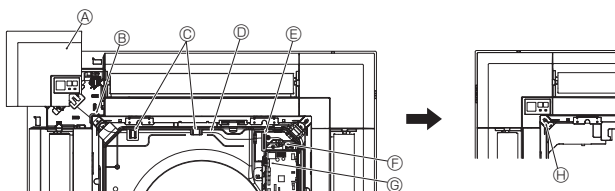

Fig. 7-9
7.4.5. Anbringung des Signalempfängers (Fig. 7-9)